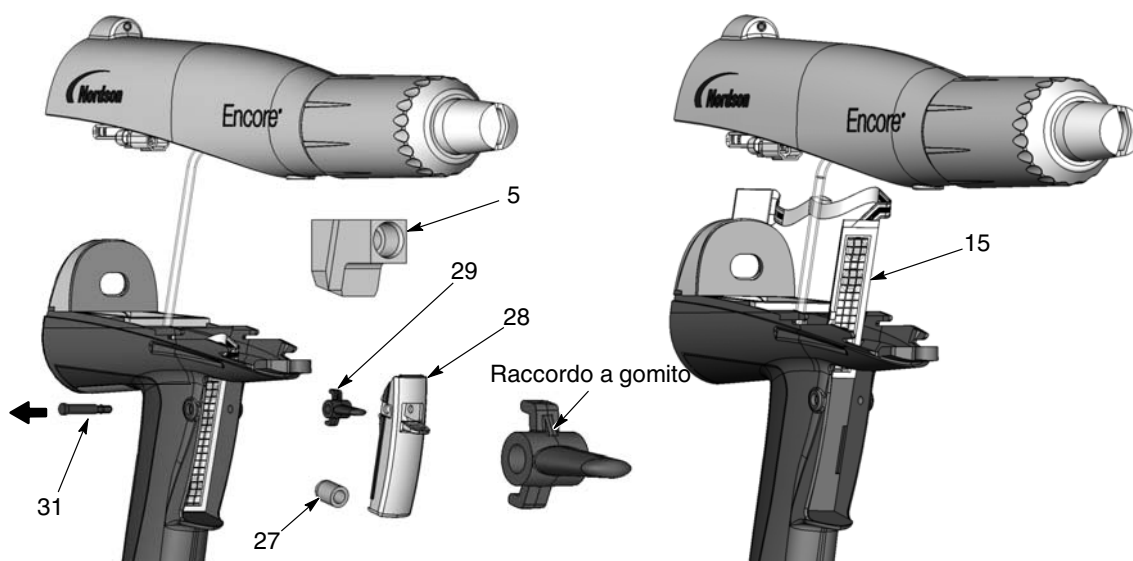

Figura 6-8 Sostituzione dell'interruttore del grilletto
1. Vedi figura 6-8. Orientare il nuovo interruttore (15) con la griglia che guarda il davanti della pistola, poi far avanzare con cautela l'estremità quadrata inferiore dell'interruttore attraverso la scanalatura nell'impugnatura.
4. Installare il grilletto di spurgo (29) nel grilletto di spruzzatura (28) con il raccordo a gomito orientato verso l'alto, come illustrato. **Non installare il grilletto di spurgo capovolto.**
5. Posizionare i grilletti nell'impugnatura e tenerli fermi premendo l'asse (31) attraverso l'impugnatura e i grilletti finché la testa dell'asse è a filo con l'impugnatura. L'asse scatta in posizione quando è installata correttamente.